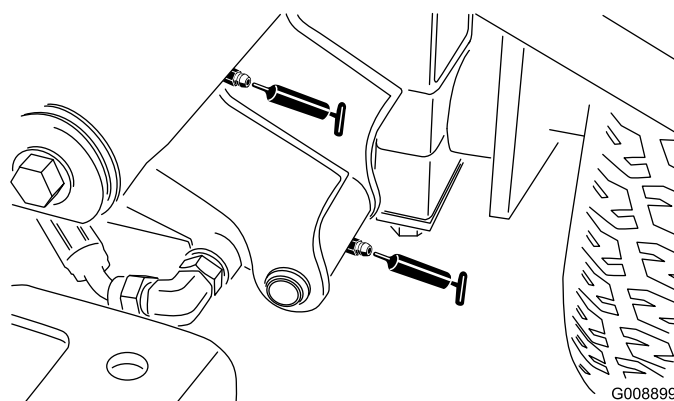

Figura 36
- Articulação do braço de elevação dianteiro esquerdo e cilindro de elevação (2) (Figura 36)